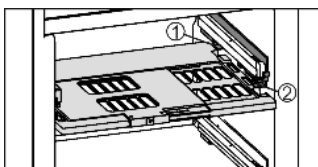

Fig. 13
- ▶ Vložení police s regulací vlhkosti: Výstupky víka police zespodu zaveďte do zadních držáků Fig. 13 (1) a vpředu zaklesněte do držáku Fig. 13 (2).